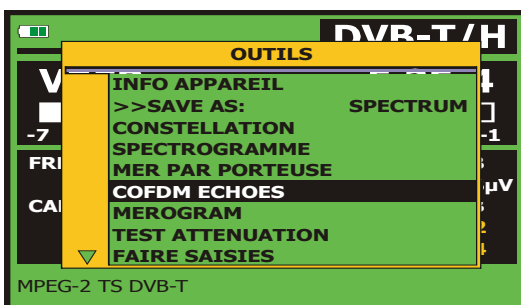

Figure 54.- Menu outils.
2. Sélectionnez l'option **ANALYSE DES ECHOS (COFDM ECHOES)** (Figure 54.-).